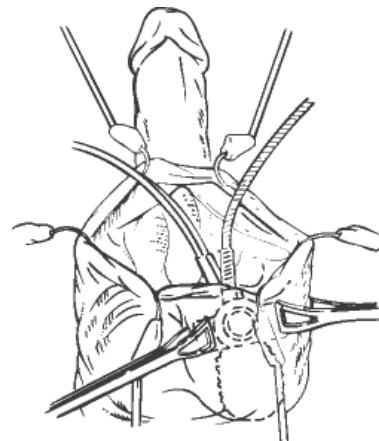

Figura 4-17. Inserción de la bomba (penoescrotal en la ilustración)
3. Aplique pinzas Allis o Babcock para bombejar los tubos a través de la piel del escroto y sostener la bomba en su lugar (**Figura 4-17**) durante el resto de la intervención.